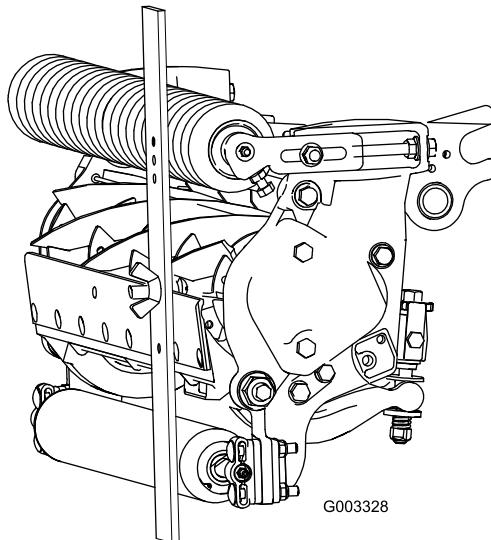

Figure 21
- Accrochez la tête de la vis sur le bord tranchant de la contre-lame et appuyez l'arrière du gabarit contre le rouleau arrière (Figure 21).
- Tournez la vis de réglage jusqu'à ce que le rouleau avant touche le gabarit (Figure 21). Réglez les deux extrémités du rouleau jusqu'à ce que celui-ci soit parfaitement parallèle à la contre-lame.